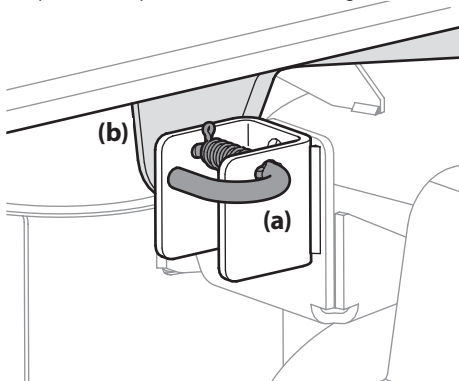

Figura 4-16
Ubique los pasadores de liberación (a) de la plataforma del lado izquierdo y del lado derecho que se encuentran a cada lado de la plataforma. Tire de los pasadores de liberación de la plataforma (a) hacia afuera y suelte la plataforma de los brazos de elevación (b) del lado derecho e izquierdo de la plataforma. Consulte la "Figura 4-16".
4. Tire de los pasadores de liberación de la plataforma hacia afuera y ubique la plataforma según sea necesario para alinear los orificios de los brazos de elevación de la plataforma con los pasadores. Consulte la Figura 4-16.